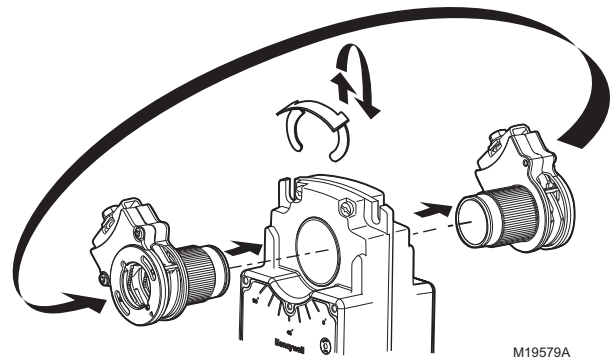

Fig. 42. Colocación del acoplador del eje al actuador en el lado opuesto.
- (1) reubique el interruptor de accionamiento directo/invertido, o
- (2) vuelva a colocar el actuador sobre el soporte.
- d. Desplace el acoplador del actuador al lado opuesto del actuador, tal como se muestra en la Fig. 42.
- (1) Quite el sujetador de retención del acoplador del eje y déjelo a un lado para usarlo más adelante.
- (2) Quite el acoplador del eje que se encuentra en un lado del actuador.
- (3) Reemplace el acoplador del eje en el lado opuesto del actuador, y alinéelo según la etiqueta de desplazamiento.
- (4) Reubique el sujetador de retención en el acoplador del eje usando la ranura del acoplador.